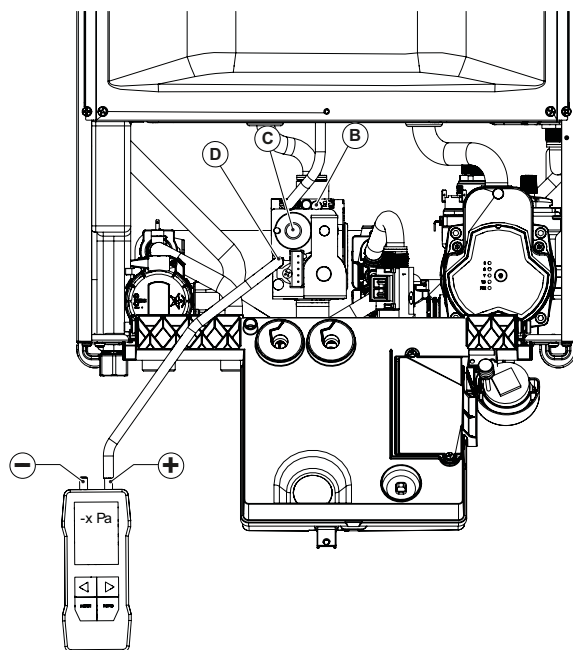

Fig. 27 Regulación presión de offset
- Abrir el tornillo de la toma de presión de offset **D** y conectarla a la entrada positiva (*) del manómetro diferencial (ver Fig. 27 Regulación presión de offset).